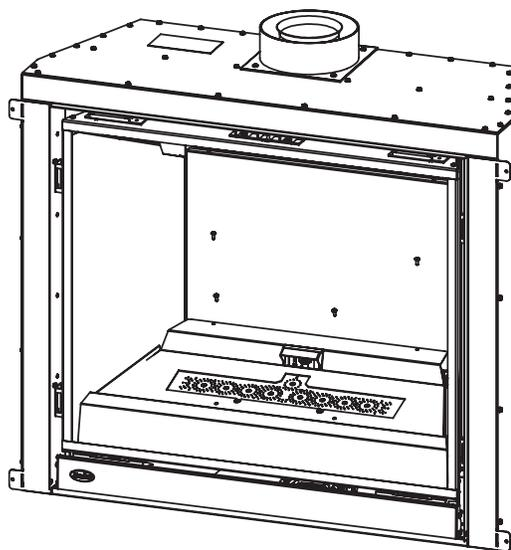

Figure 10. Retirer le plateau du brûleur
Étape 2: Retirez le support de verre et la plaque de verre émaillé comme le montre la Figure 10.